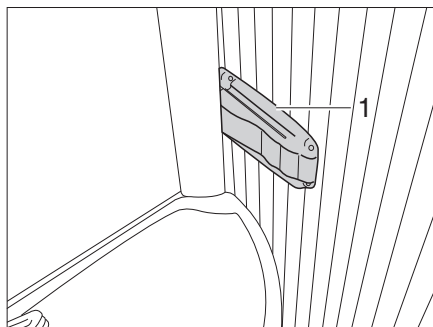

Fig. 224 Toilettes Vario, blocage de la paroi de douche
- Appuyer sur le dispositif de blocage (Fig. 224,1) situé à la droite du rebord du lavabo et tirer légèrement le lavabo. Le lavabo se déplace avec la paroi arrière vers l'avant.